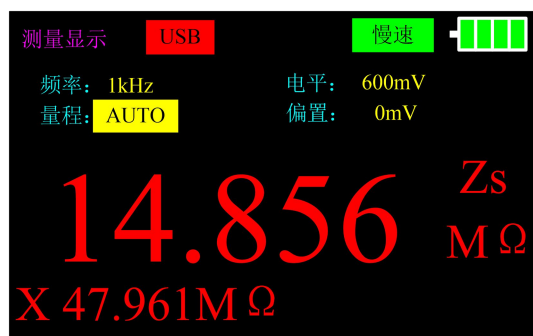

图 21
2. 按[AUTO/R/C/L/Z]键，直到界面上显示 Zs 以选择电阻测量，如图 21 所示；